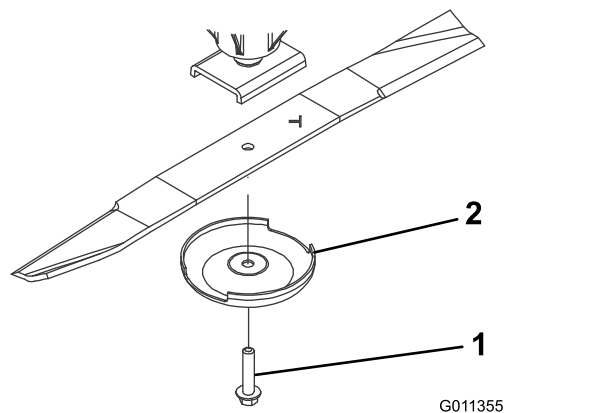

図 59
2. ぼろきれや厚いパッドの入った手袋を使ってブレードの端部をしっかり握る。スピンドルのシャフトからブレードボルト、芝削り防止カップ、ブレードを取り外す図 59。
3. ブレードを取り付ける時は、セール立ち上がっている部分がCuttingデッキの天井を向くように取り付け、芝削り防止カップをつけてブレードボルトで固定する図 59。ブレードボルトを $115149\text{N}\cdot\text{m}$ にトルク締めする。